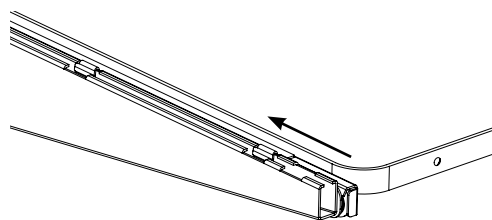

Figure 3
ÉTAPE 5: Lorsque bien positionné, poussez l'ensemble vers le mur afin de fixer les attaches au support (**Figure 3**). Installez les capuchons de plastique sur les dessus pour les verrouiller en position.